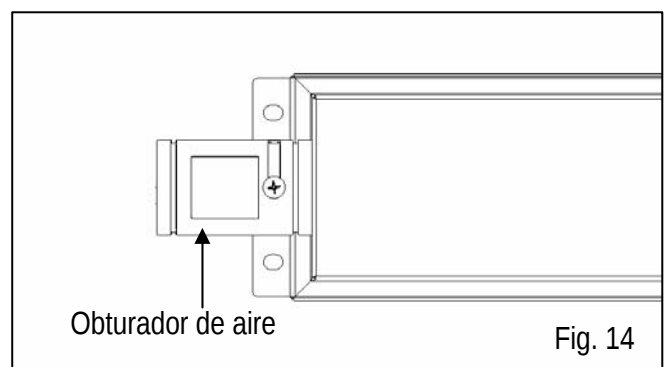

Fig. 14
3. Ajustar el obturador de aire de la hornilla posterior, aflojando el tornillo del obturador de aire. (Fig. 14)